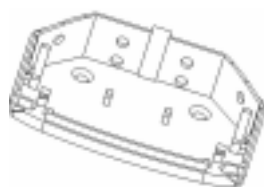

Рис. 6
11.3. В зависимости от выбранного места установки извещателя определите с помощью каких граней основания будет осуществляться крепление и просверлите или выдавите отверткой отверстия для крепления (рисунок 6).